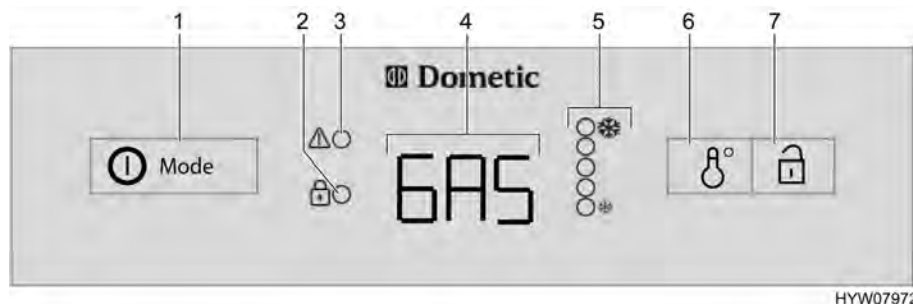

Fig. 159 Elementos de mando para el frigorífico (Dometic de la serie 8 con AES)
Con averías, parpadeará el visualizador LED avería "⚠" (Fig. 159,3).
Si **no** está conectada la alimentación de 230 V y el motor del vehículo está **desconectado**, el AES selecciona el suministro de gas. Al seleccionar el suministro de gas se abre automáticamente el seguro de encendido, de forma que puede fluir gas hacia el quemador. Simultáneamente se conecta el encendedor electrónico. Si se apaga la llama de gas, p. ej. debido a un golpe de viento, el encendedor se activa inmediatamente y enciende de nuevo el gas. Con una avería en el funcionamiento a gas, en el piloto (Fig. 159,4) parpadeará el texto "GAS".
Una vez conectado, el frigorífico selecciona automáticamente el ajuste medio del termostato. Este ajuste puede regularse posteriormente a mano con el conmutador para el ajuste de temperatura (Fig. 159,6). Los visualizadores LED (Fig. 159,5) indican el ajuste seleccionado del termostato. Con el interruptor se ajusta la temperatura de refrigeración para los tres tipos de energía.
- Pulsar el conector/selector de energía (Fig. 159,1) 2 segundos para conectar el aparato. Se visualiza el último modo de funcionamiento seleccionado en el piloto (Fig. 159,4).
- Seleccionar el tipo de energía con el conector/selector de energía (Fig. 159,1).
- La temperatura de refrigeración puede ser ajustada en el conmutador para el ajuste de temperatura (Fig. 159,6). Los visualizadores LED (Fig. 159,5) indican el ajuste seleccionado del termostato.
- Pulsar el conector/selector de energía (Fig. 159,1) 2 segundos. Todos los visualizadores se apagan.